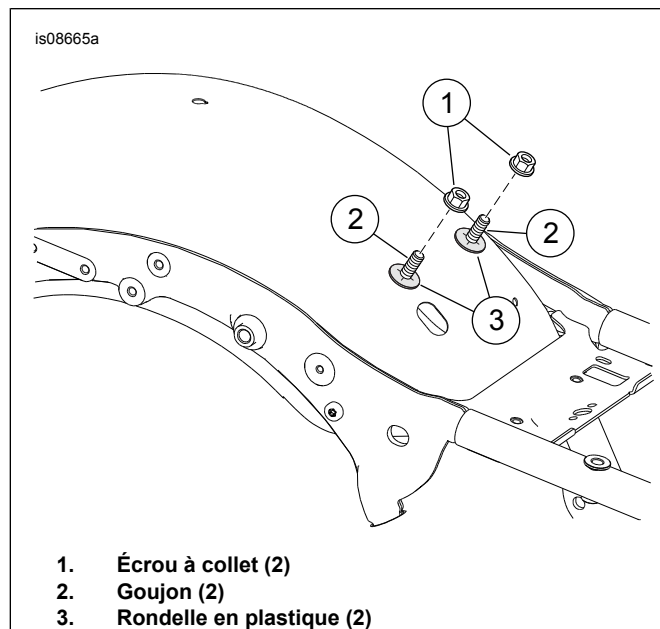

Figure 2. Visserie de montage
3. Voir Figure 2 . Déposer les écrous (1). Laissez les rondelles (3) et les goujons (2) en place.
5. Figure 2 Placer la base de fixation sur les goujons (2) et les rondelles en plastique (3).